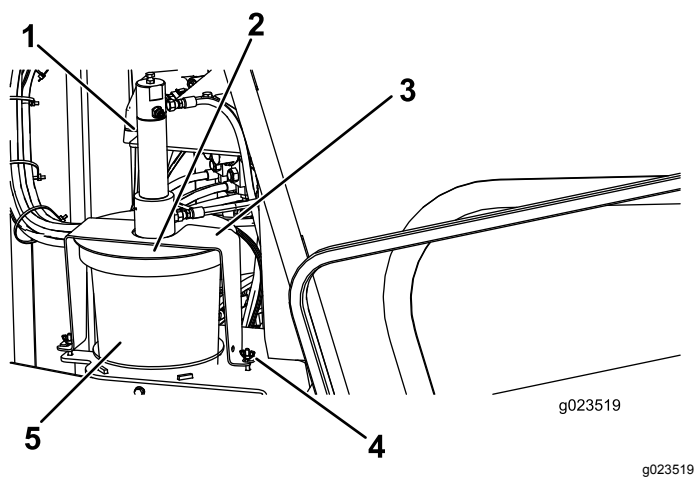

Bild 65
3. Lösen Sie die Flügelmutter, mit denen die Abdeckungsriemen an der Maschine befestigt sind (Bild 65).
4. Drehen Sie die Abdeckung und ziehen die Abdeckungsriemen von den Befestigungsschrauben (**Bild 65**).
5. Heben Sie Abdeckung vom leeren Behälter ab (**Bild 65**).
7. Setzen Sie den Kolben in den neuen Behälter und setzen Sie den Deckel auf (**Bild 65**).
8. Führen Sie die Abdeckungsriemen über die Befestigungsschrauben und drehen Sie die Abdeckung, so, dass die Riemen auf den Schrauben sitzen (**Bild 65**).